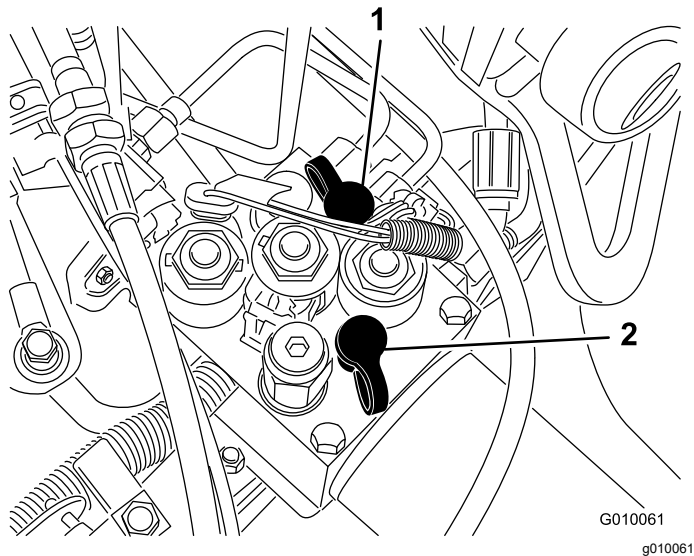

图 64
- 测试端口 G 2 (图 64) 用于协助对驱动补油回路进行故障诊断。
- 测试端口 G 1 (图 64) 用于协助对提升油路压力进行故障诊断。